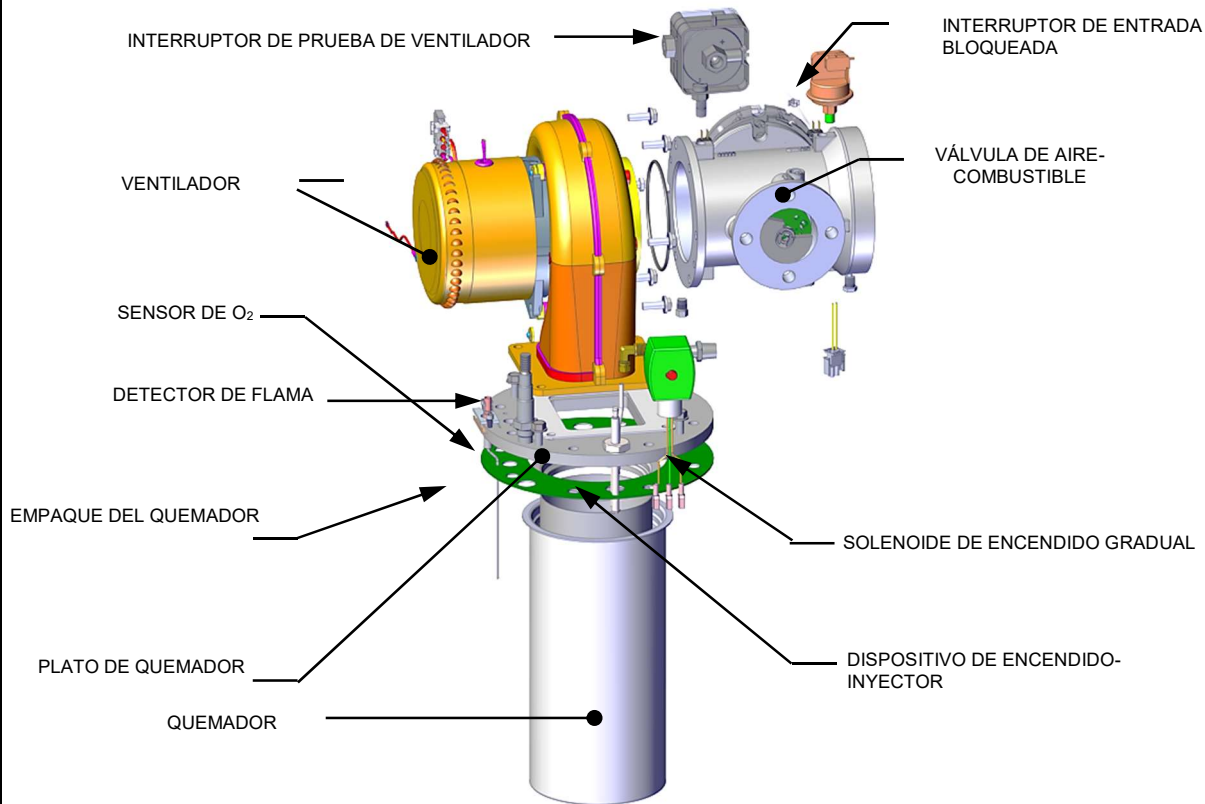

Figura 4-4b: Ensamblado del quemador de BMK 750/1000 (vista detallada)
- Retire la cubierta superior de la unidad tomando la agarradera superior y alzando. Esto desenganchará la cubierta de los cuatro (4) sujetadores en los paneles laterales.
- Desconecte el cable conductor del detector de flama instalado en el plato quemador. Vea la Figura 4-4b.
- Retire los dos (2) tornillos que fijan el detector de flama al plato. El detector de flama está fijo al plato del quemador con un (1) tornillo #10-32 y un (1) tornillo #8-32.
13. Retire los cuatro tornillos de cabeza hexagonal de 5/16-18 que fijan el ventilador al plato del quemador (Figura 4-4b).